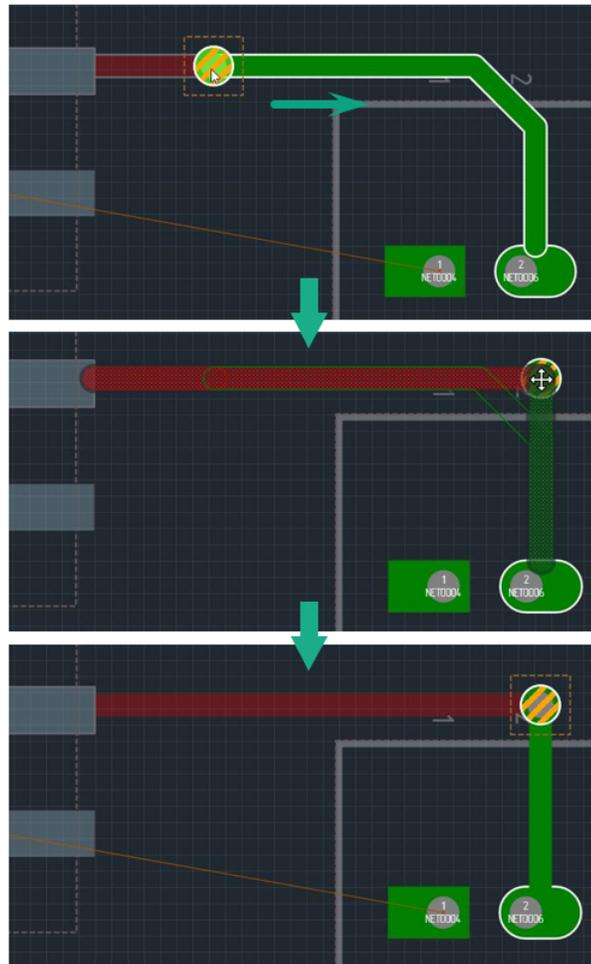

Рис. 268 Перемещение межслойного перехода с подключенными треками
2. Переместите курсор в точку, где должно быть размещено переходное отверстие. Перемещение курсора должно быть плавным, чтобы треки, подключенные к переходному отверстию, были корректно изменены, см. Рис. 268. Во время перемещения курсора на экране отображается возможный вид межслойного перехода и возможное положение треков.